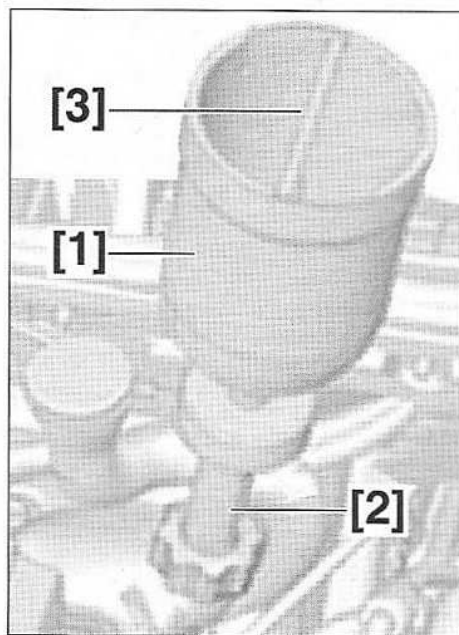

FIG.29
- Reposer le bouchon de vidange (9).
- Mettre en place une agrafe (8) neuve.
- Rebrancher la durit inférieure (7).
- Mettre en place les outils [1] et [2] sur l'orifice de remplissage du vase d'expansion (Fig.29).